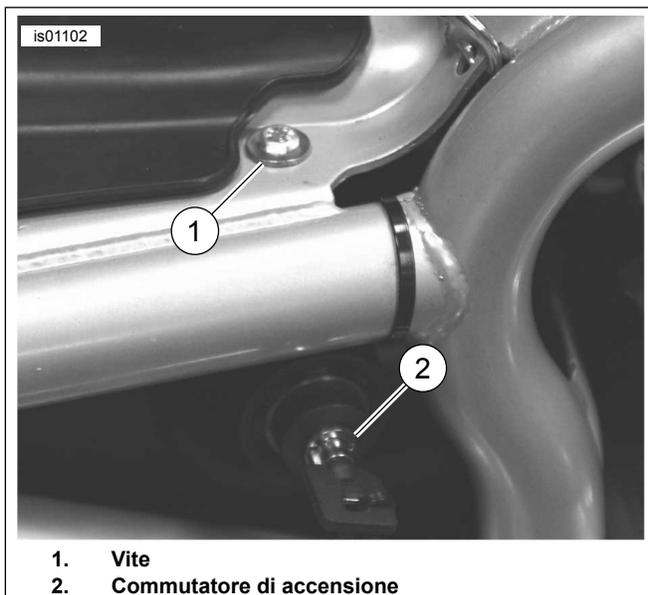

Figura 5. Collegamento di terra (modelli V-Rod 2006 e anni precedenti)
1. Vedere Figura 5. Rimuovere la vite (1, sotto la sella) che fissa il commutatore di accensione (2) al lato destro del telaio.